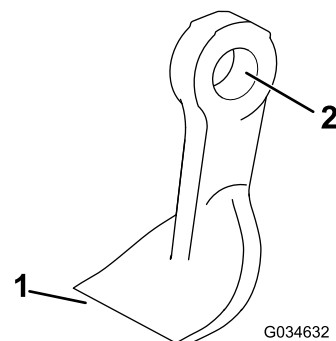

Figura 75
- Controllate ogni lama per escludere danni, con particolare attenzione a dispositivi di fissaggio, taglienti e fori di montaggio (Figura 75). Sostituite tutte le lame e i dispositivi di fissaggio danneggiati.